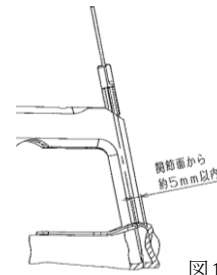

図17
- 17) 関節面斜位像で、刺入したガイドピンが関節面軟骨下骨より約5mm以内にあることを確認します。(図17) 関節面より離れすぎてガイドピンが刺入された場合、十分なSubchondral supportが得られず、矯正損失となる恐れがあるため、再刺入します。